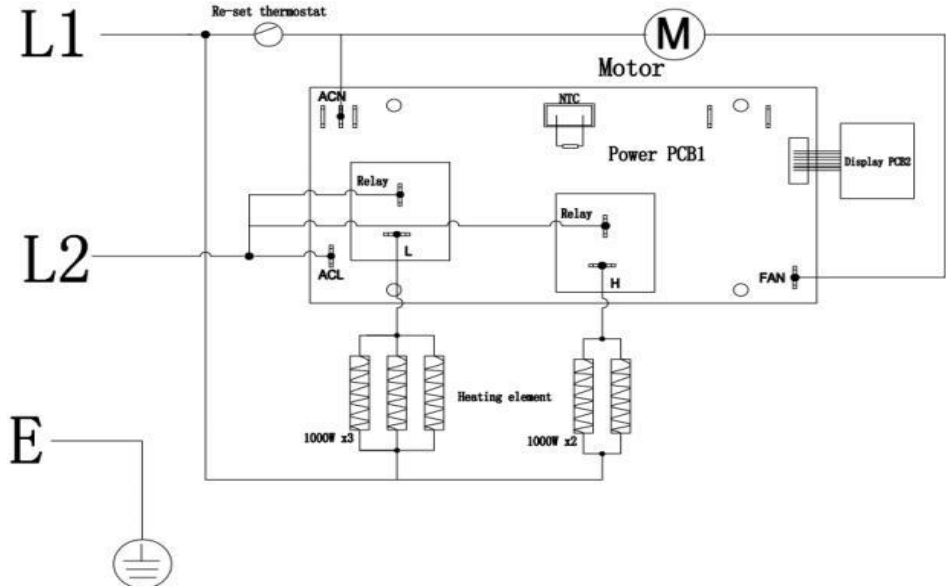

Figur 8
1. Ta bort locket för fältkablarna som sitter på värmarens undersida genom att lossa en skruv. Se figur 8 och figur 9 som referens.
Om du tar bort ledningsskyddet exponeras kablarna . Anslut den fasta ledningen som visas (Figur 8) . Montera rörledningarna .